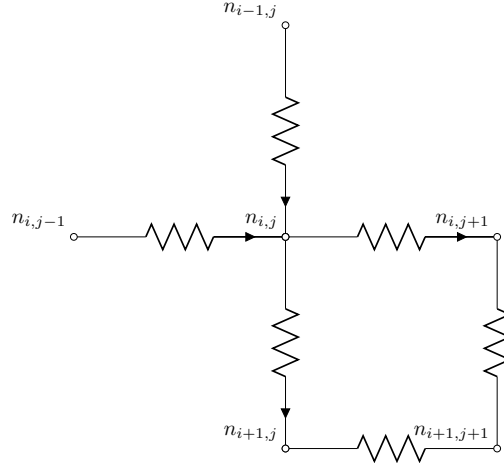

Figura 4: Nodo y malla de la rejilla para definir nomenclatura
las cuatro corrientes ilustradas en la figura 4, es decir, se suman las corrientes que entran por arriba y por la izquierda, y se restan las que salen abajo y a la derecha. Note que para esta tarea usted requiere las funciones implementadas en los primeros puntos y además debe tener cuidado con los nodos en los bordes y esquinas, pues estos carecen de ciertos vecinos.
- 10.1. Calcule para cada nodo componentes (x, y) de desplazamiento, definidos simplemente como la suma de las dos corrientes horizontales x e y como la suma de las dos corrientes verticales, en los sentidos indicados en la figura 4.